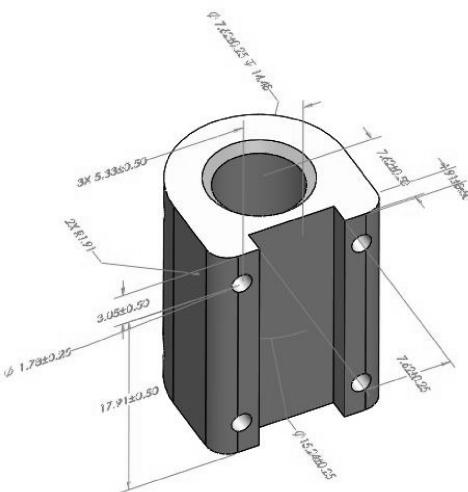

图 5-51 自动尺寸标注结果
- 15 单击属性面板中【确定】按钮 $\checkmark$ ，完成自动标注，结果如图 5-51 所示。